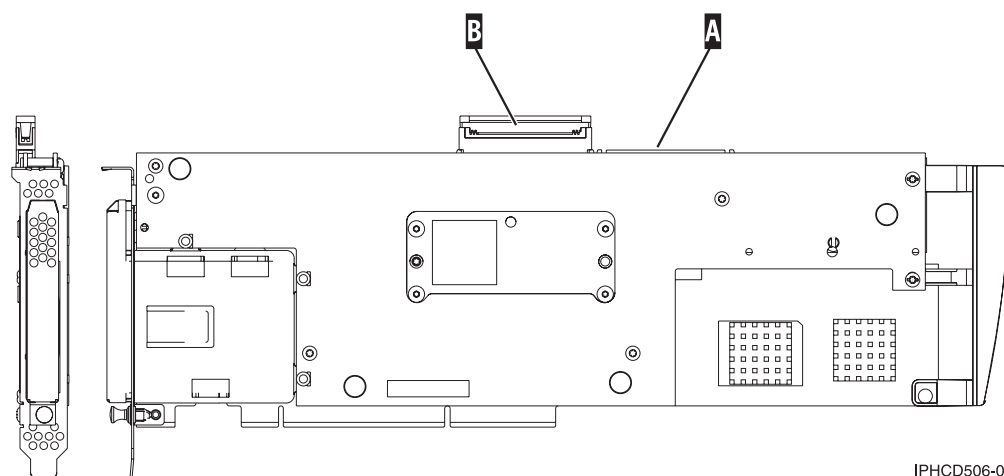

Figura 67. 5708. IOA de memòria cau d'escriptura auxiliar
2. Connecteu el cable al port SCSI A de l'adaptador de memòria cau d'escriptura auxiliar. Consulteu Figura 67 a la pàgina 219.